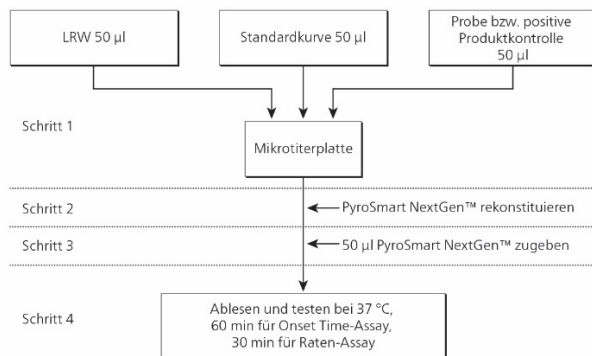

Abbildung 2: Vorbereitung der Mikrotiterplatte
- Die Mikrotiterplatte gemäß Abbildung 2 vorbereiten. Die Belegung der Mikrotiterplatte wird weiter unten ausführlicher beschrieben.